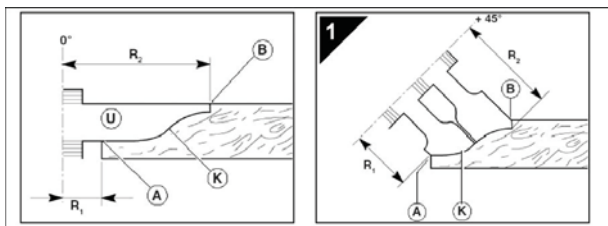

Fig. 9.33-5C
Inclinazione +45° (OPT): **profilo della piattabanda (K fig. 9.33-5C) nelle antine**
Con albero perpendicolare al piano e con apposito utensile sagomato (U fig. 9.33-5C) si verifica:
- la velocità periferica dell'utensile nel punto (B fig. 9.33-5C) è molto maggiore che nel punto (A fig. 9.33-5C), poiché $R_1 < R_2$.
Questo potrebbe determinare una differenza di finitura su tutta la superficie A - B o anche delle bruciature. Con albero inclinato a +45° (1 fig. 9.33-5C) tale differenza di finitura viene minimizzata in quanto $R_1 \sim R_2$, utilizzando un opportuno utensile sagomato.